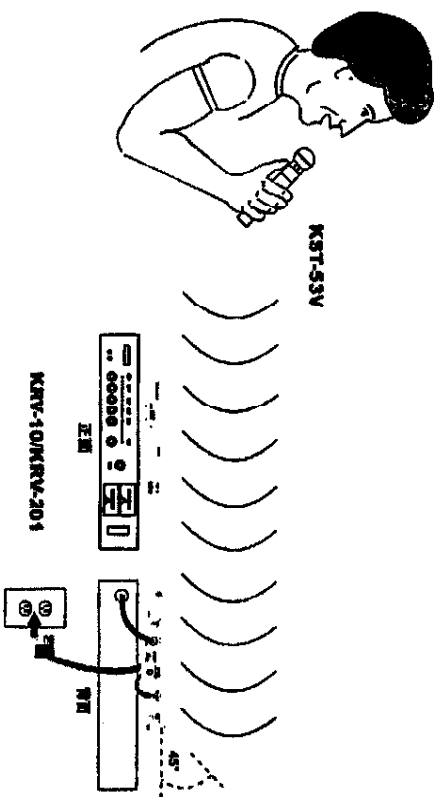

图7
1. 参看图7,把随机提供的交流转换器一端插入接收机背后的直流输入连接器,把转换器的电源线夹入固定扣“通用机型KRV-10”,把其另一端插入墙壁插座或其他交流电源(HD41N110使用220伏/50赫电源,HD41N110E使用120伏/60赫电源),推动接收机正面电源开关,电源灯发红光。